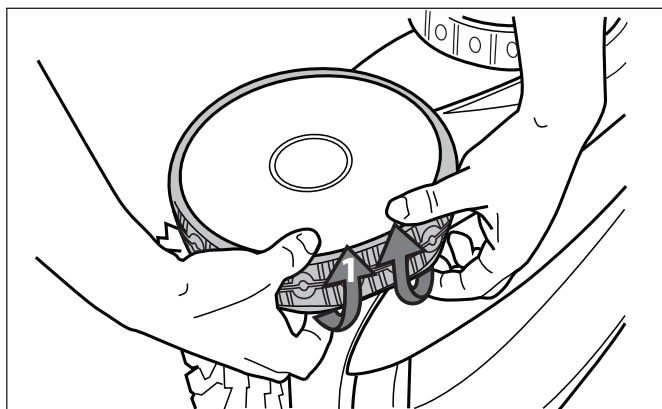

Figure 31. Retirer le pneu usé de la roue
- Tirez à l'intérieur de l'ancien pneu pour retirer la lèvres du pneu (Figure 31).